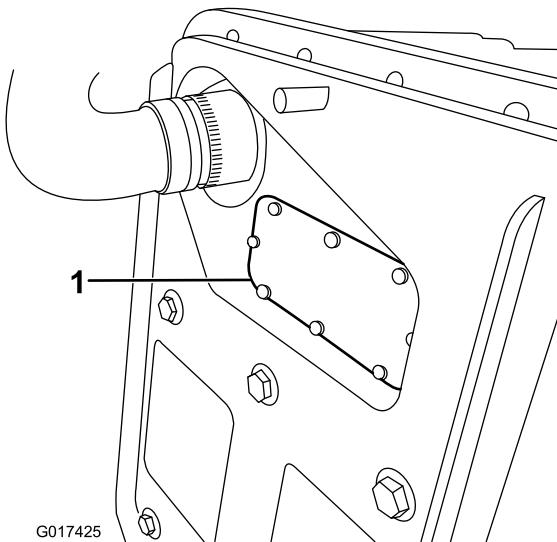

Figura 43
- B. Togliete il coperchio del fusibile (Figura 43).